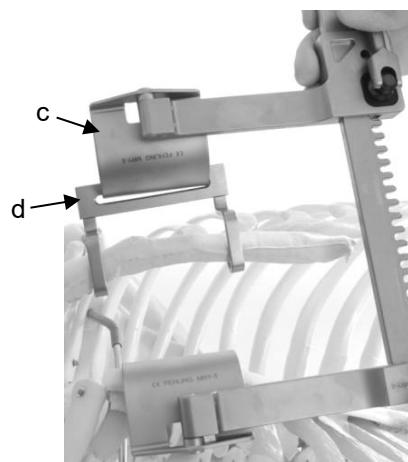

Abb. 10
- 6 Bei Sternotomie mit IMA-Darstellung mit den Blättern MRY-5 (c) kann nach Maßgabe der zur präparierenden IMA jeweils auf der Präparationsseite die BAYKUT-Kralle (d) so von der Außenseite über das Blatt MRY-5 geschoben werden, dass die Krallen von median nach lateral soweit wie möglich unter das Sternum greifen (vgl. Abb. 10).